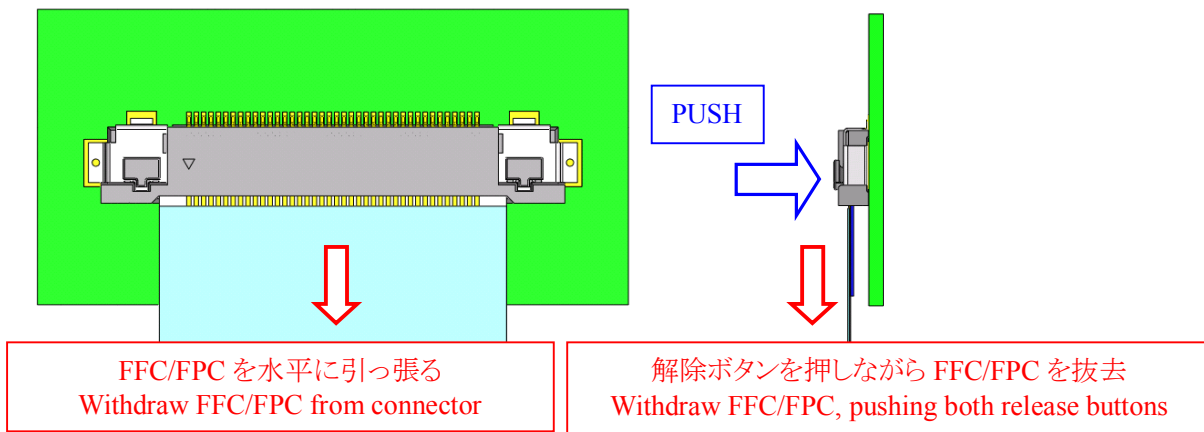

図. 3-3 FFC/FPC 抜去方法 2 / Fig.3-3 FFC/FPC withdrawing method 2
- ② 図 3-3 の様に、確実に解除ボタンを押したまま FFC/FPC を嵌合間口に対し水平に引き抜く。
Keeping the release button pressed, withdraw FFC/FPC from the connector horizontally. (Fig.3-3)